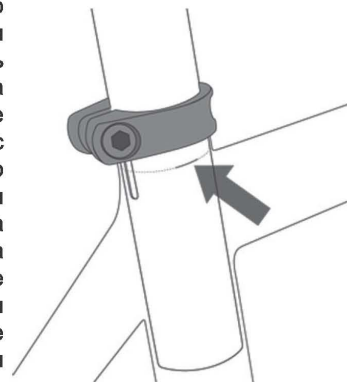

Рисунок 5
**Ни при каких обстоятельствах подседельный штырь не должен выдаваться из рамы выше уровня отметки «Minimum Insertion» или «Maximum Extension», указанной на штыре (Рисунок 5). Он может деформироваться или разрушиться, что может привести к потере контроля и падению.**